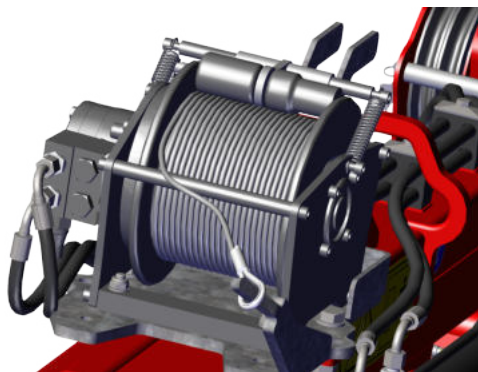

Figura 4.8 Compruebe el cable
2. Compruebe si el cable está bien enrollado y estirado en el tambor; si no es así, desenróllelo y vuelva a enrollarlo estirado (véase *Figura 4.8*).
6. Cuando el cable no se use, fije el nudo del cable al gancho destinado a ello del cabestrante (véase *Figura 4.8*).
- Después de que haya usado el cabestrante, enrolle el cable hasta más o menos un metro antes de la parte delantera de la grúa, luego guíelo desde las poleas de cable y después tire del cable para tensarlo y enrollarlo (véase Figura 4.8).